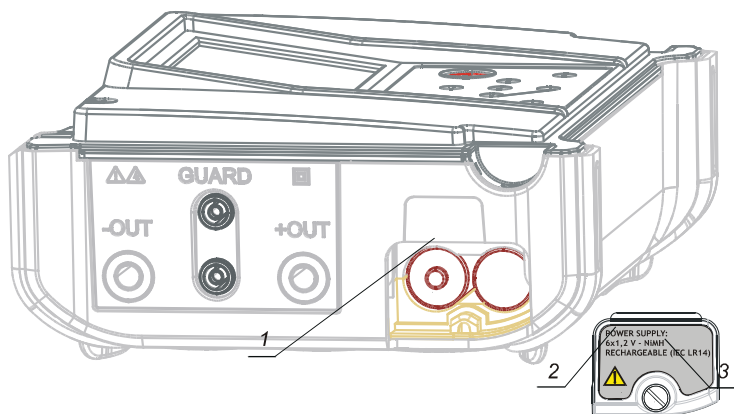

Fig. 15 Piles bien insérées
Les piles sont rangées dans la section inférieure du boîtier de l'instrument, sous le couvercle du compartiment des piles (**consulter la fig. 15**). Lors de l'insertion des piles pour la première fois, noter ce qui suit :
- Insérer les piles correctement (**consulter la fig. 15**), sinon l'instrument de test ne fonctionnera pas!
Les piles sont rangées dans la section inférieure de l'instrument, sous le couvercle du compartiment des piles (**consulter la fig. 15**). En cas de piles défectueuses, noter ce qui suit.
- Insérer les piles correctement (**consulter la fig. 15**), sinon l'instrument de test ne fonctionnera pas et les piles pourraient décharger.
La tension nominale de l'alimentation électrique est de 7,2 v CC. Utiliser des piles NiMH de taille C (dimensions : diamètre = 26 mm, hauteur = 46 mm). Consulter la prochaine figure **fig. 15** pour la bonne polarité des piles.